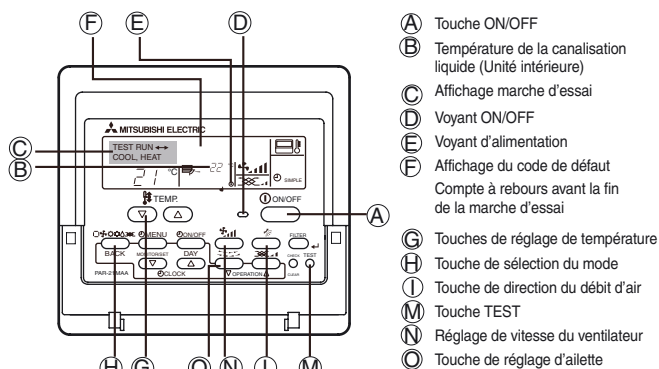

Fig. 2-1
2.2.1. Par la télécommande à fil (Fig. 2-1)
- ① Mettre l'unité sous tension au moins 12 h avant la marche d'essai.
- ② Presser deux fois la touche [TEST] ➡ "TEST RUN" s'affiche
- ③ Presser la touche [Mode selection] et passer en mode Froid (ou Chaud).